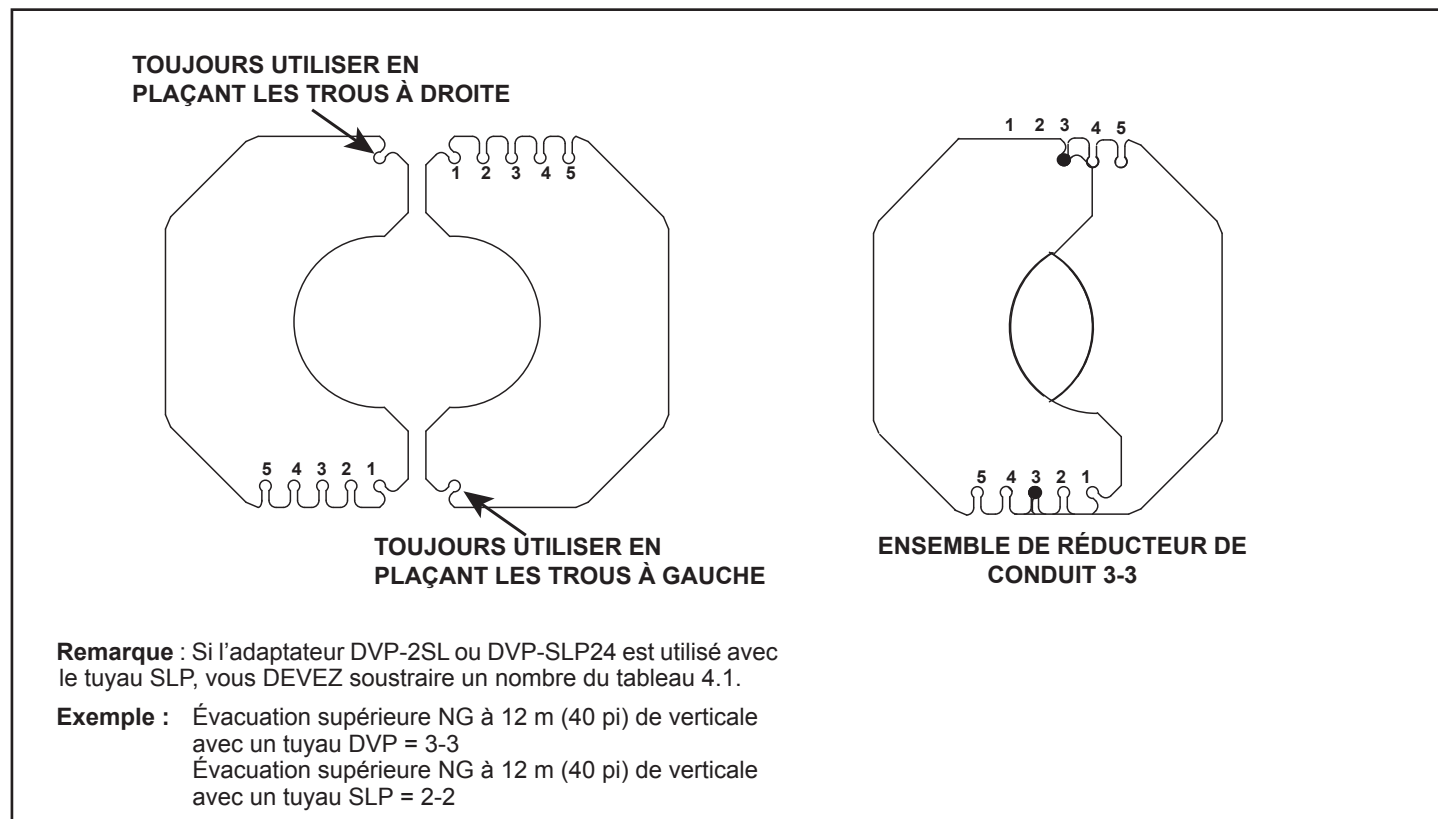

Figure 4.15 Mise en place du réducteur de conduit
2. Appareillez avec le tableau, le total de vertical que vous avez au système afin de trouver la position appropriée pour le réducteur de conduit. Voir la figure 4.15 et le tableau 4.1.
3. Centrez les deux pièces du réducteur de conduit sur le conduit d'évacuation au réglage sélectionné à l'étape 3 et en fixant à l'aide des deux vis autotaraudeuses. Voir la figure 4.15.